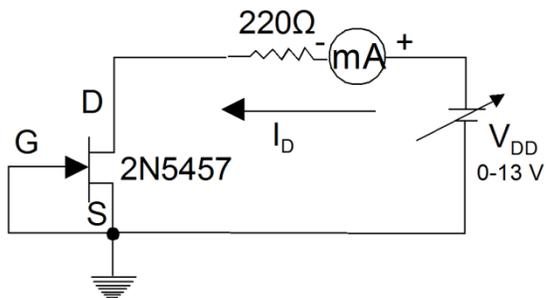

Figura 4. Obtención de I_{DSS}
1. Medición de I_{DSS} . Implemente el siguiente circuito (Figura 4):